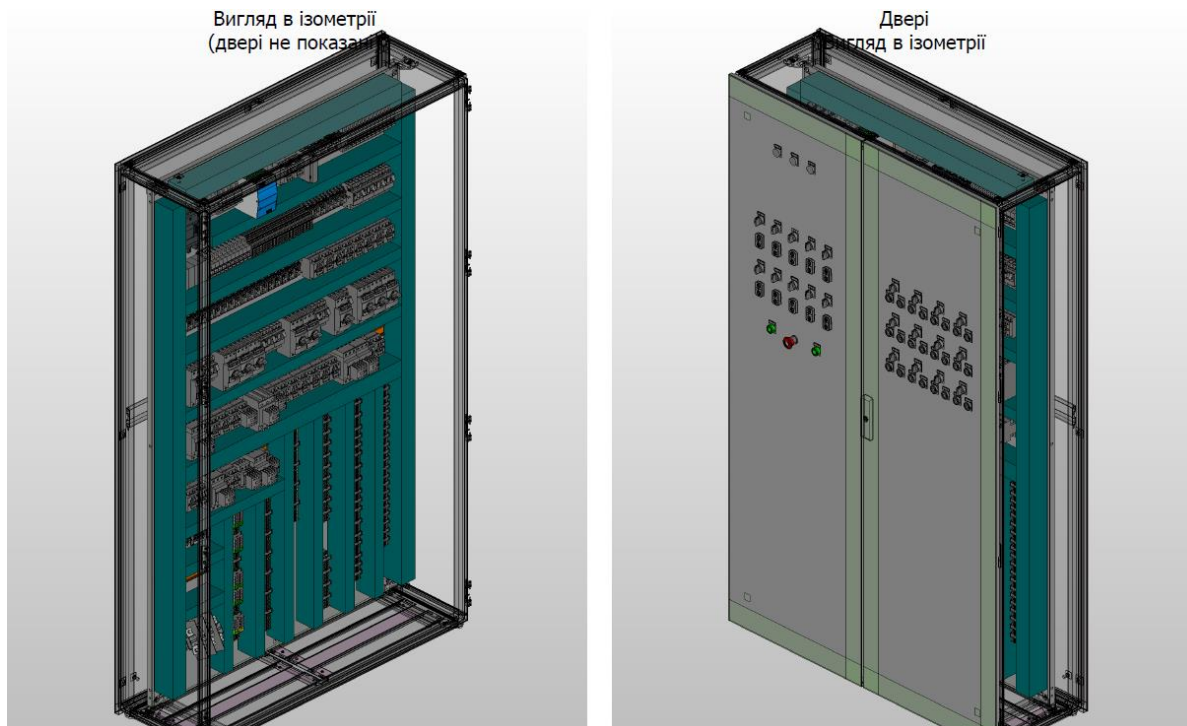

Рис. 3. – Вигляд шафи управління в ePlan Electric
- Створення схем компонування шаф (рис. 3) управління для систем вентиляції і кондиціонування.